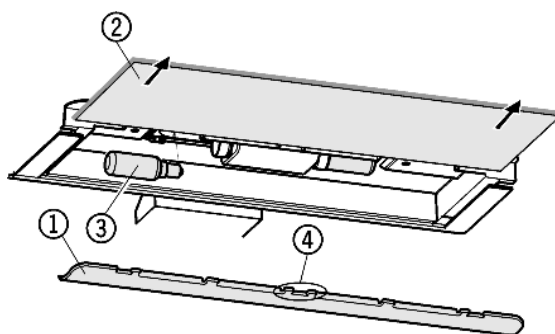

Fig. 15
- Enlever l'écran protecteur Fig. 15 (1) : saisir avec les doigts derrière l'écran protecteur et le faire déclipper.
- Ôter la plaque de verre Fig. 15 (2).
- Remplacer l'ampoule Fig. 15 (3).
- Remettre en place l'écran protecteur : le faire encliquer à droite et à gauche et veiller à ce que le crochet Fig. 15 (4) du milieu saisisse au-dessus de la plaque de verre.